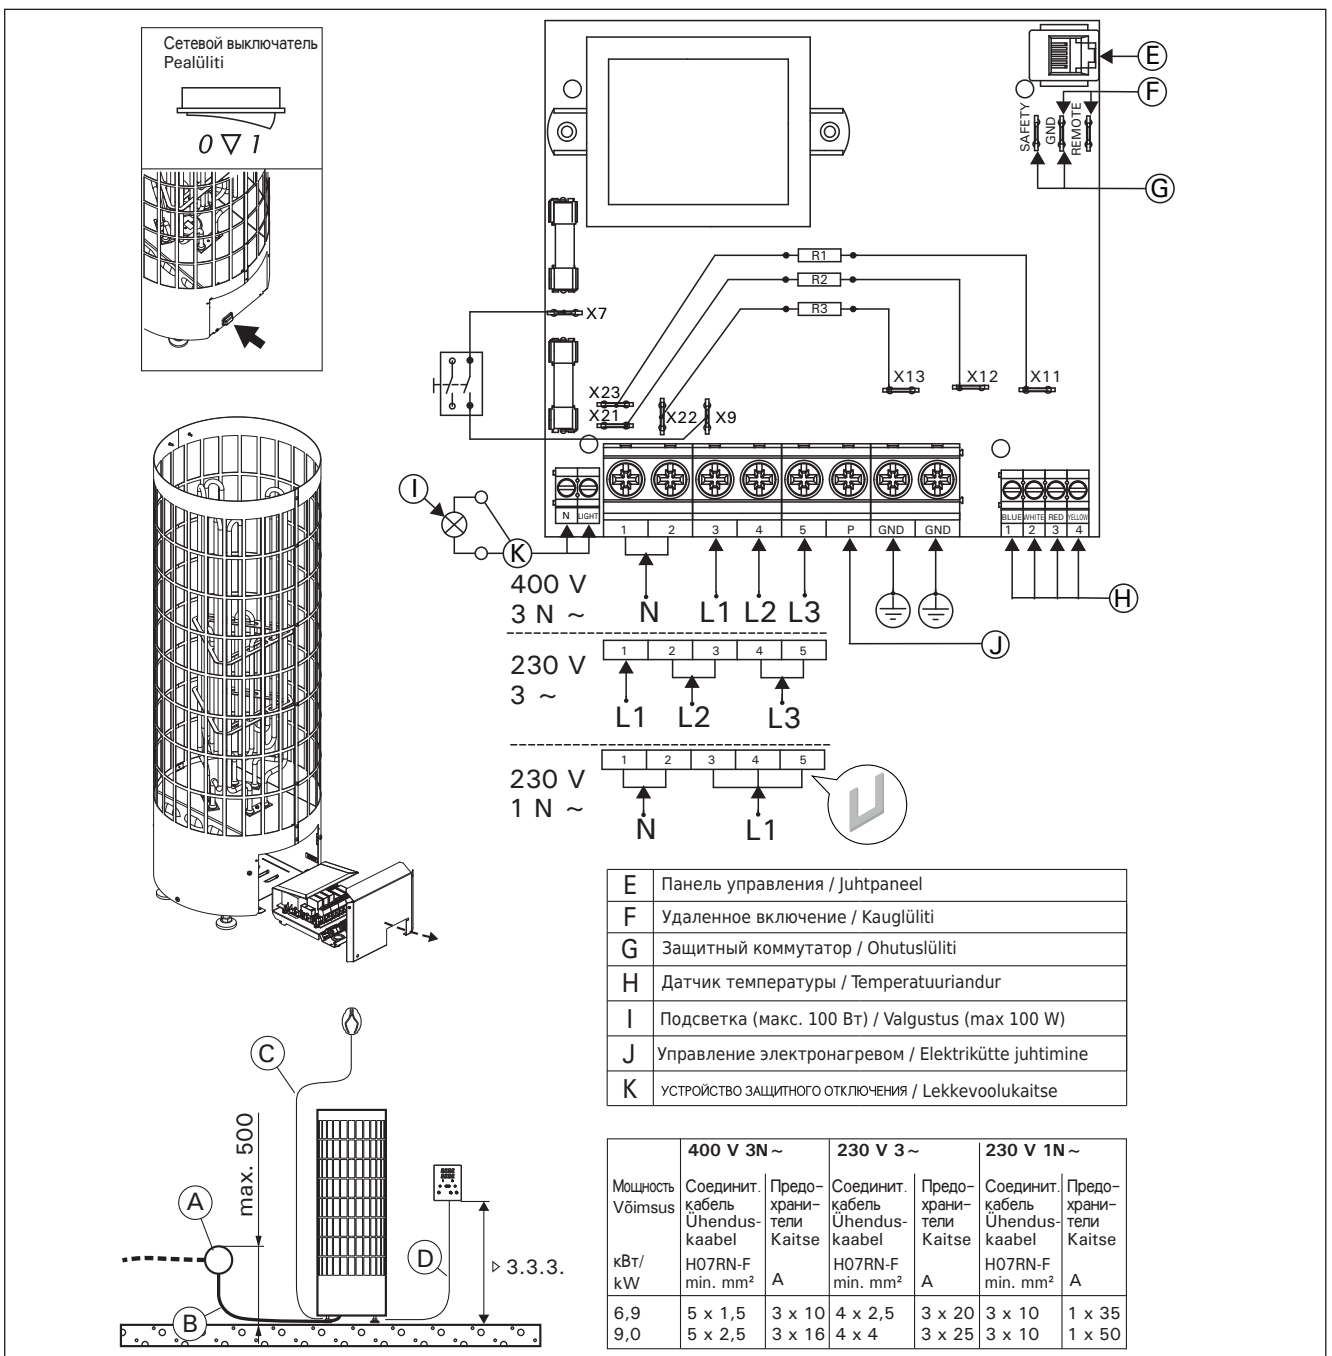

Рисунок 7. Электромонтаж
- Каменка гибким проводом подсоединяется к соединительной коробке (рис. 7: A) на стене сауны. Соединительная коробка должна быть брызгозащищенной и находиться на расстоянии не более 500 мм от пола.
- В качестве кабеля (рис. 7: B) следует использовать резиновый кабель типа HO7RN-F или подобный. **ВНИМАНИЕ! Использование кабеля с ПВХ-изоляцией запрещено вследствие его разрушения под воздействием тепла.**
- Кроме клемм питания каменки оснащены также клеммой (P), которая делает возможным управление электрическим нагревом (рис. 7). Управляющее напряжение передается от каменки, когда она включена. Кабель управления электронагревом подводят прямо к соединительной коробке каменки и дальше с помощью резинового кабеля, равного по сечению соединительному кабелю, к клеммнику.